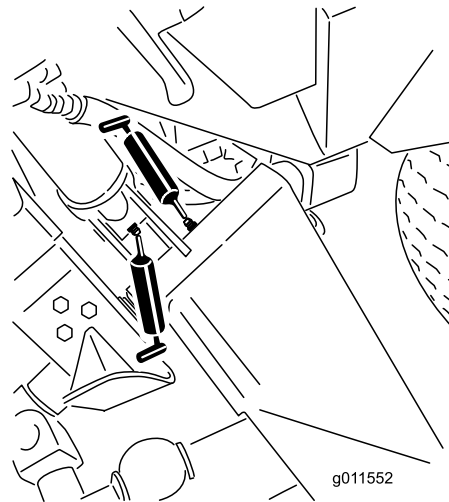
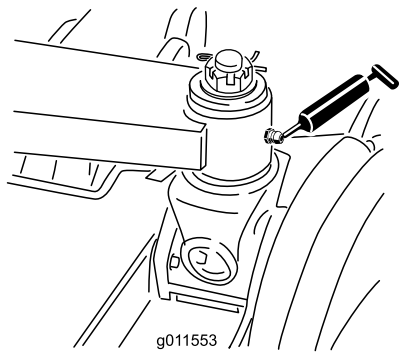

Figura 48
Figura 49
- 6 boccole del braccio di sollevamento principale (Figura 48 e Figura 49)